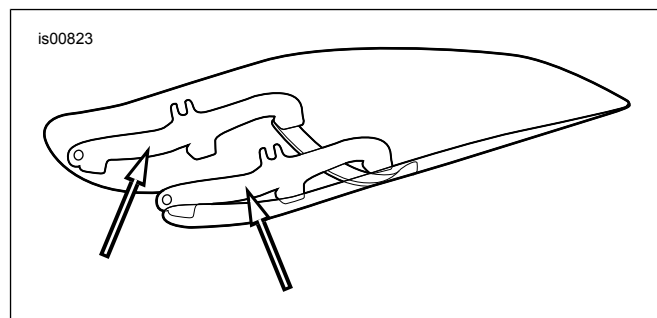

Figure 10. Supports de montage du pare-brise
1. Voir Figure 10. Retirer le sous-ensemble du pare-brise de son emballage et le placer la face vers le bas sur une surface propre avec les supports de montage vers le haut.